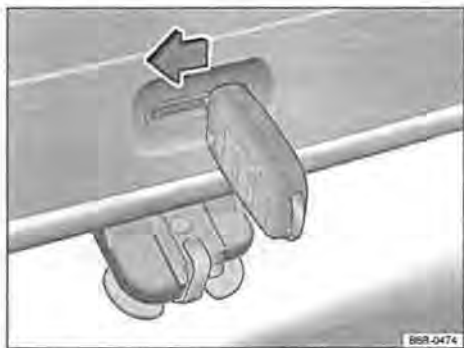

Fig. 50 Bagagliaio: apertura di emergenza del portellone
- Inserire l'ingegno della chiave nell'apertura di emergenza del portellone → fig. 50 e spingere la leva di sbloccaggio nella direzione della freccia.